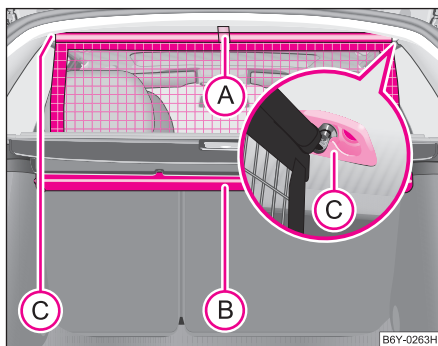

Abb. 61 Netztrennwand ausrollen
- Ziehen Sie die Netztrennwand an der Lasche (A) aus dem Gehäuse (B) in Richtung zu den Halterungen (C) ⇒ Abb. 61.
- Setzen Sie die Querstange in eine der Aufnahmen (C) ein und drücken die Querstange nach vorn.
- Auf gleiche Weise befestigen Sie die Querstange an der anderen Fahrzeugseite, Aufnahme (C).